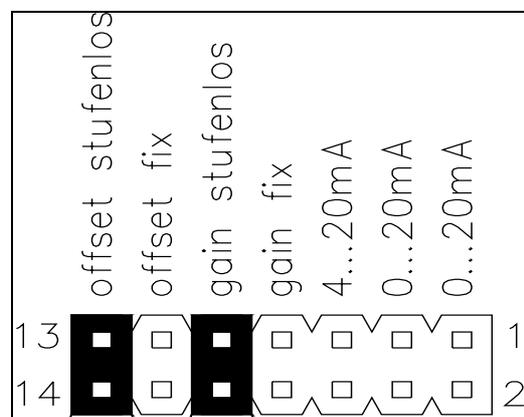

Bild 7: Jumpereinstellung für Gain und Offset stufenlos
- Der Offset-Wert ist gesetzt auf "offset fix" (siehe Bild.7)
Wenn die Einstellung von Gain und Offset mit den Trimmern vorgenommen wird, müssen die Jumper gemäß Bild 7 gesetzt sein. Gain und Offset können dann an den betreffenden Trimmern eingestellt werden (siehe „7.6 Kalibrierung des Messverstärkers“).